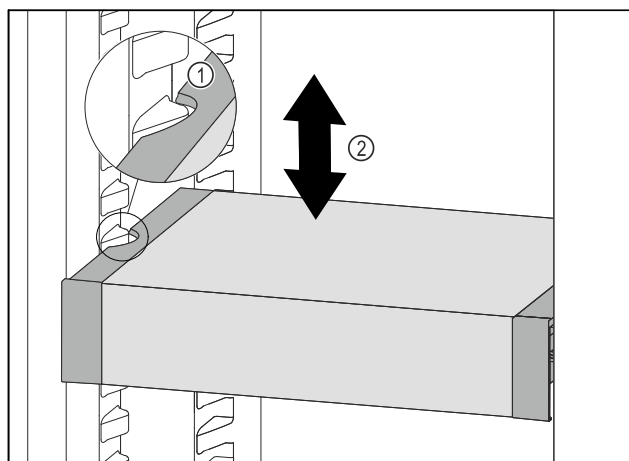

Fig. 118
- ▶ VarioSafe ťahajte dopredu, dokým sa bočné vybrania VarioSafe nebudú nachádzať vo výške rebra nádoby v chladničke. Fig. 118 (1)
- ▶ VarioSafe v chladničke presúvajte nahor alebo nadol, dokým sa dosiahne požadovaná výška. Fig. 118 (2)